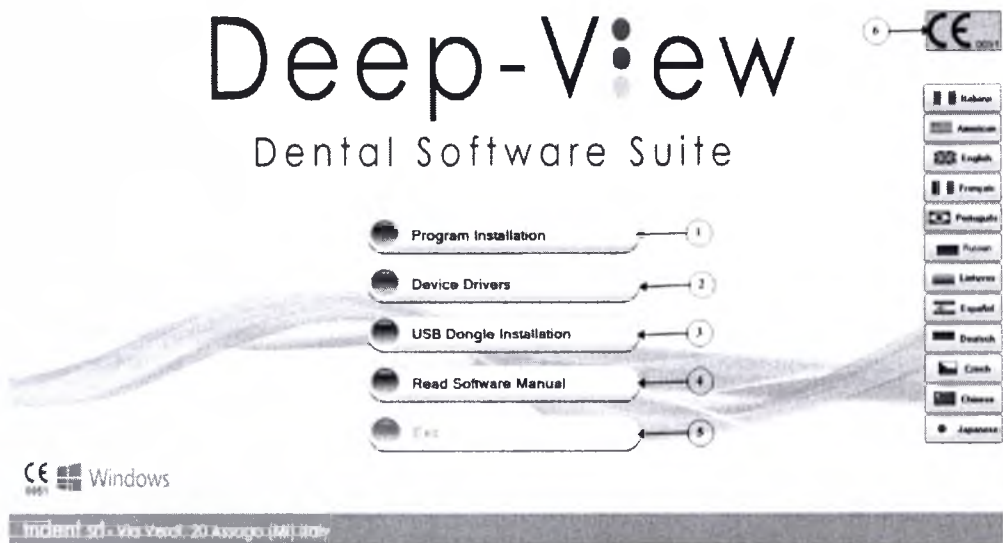

Рисунок 12 – Домашняя страница ПО
На начальном экране (см. рисунок 12) можно отметить:
Установите драйвера для лицензионного ключа с помощью кнопки «установка USB Dongle» (3) (см. рисунок 12); Процедура установки аналогична установке основной программы.